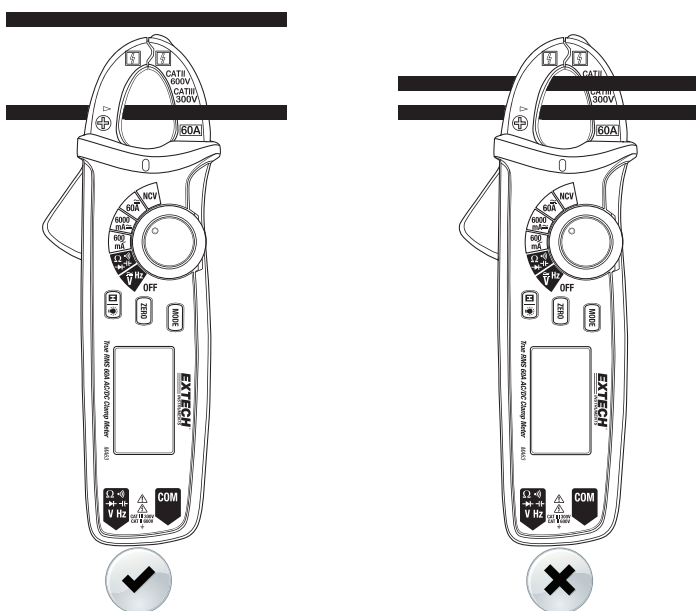

Figura 3 Técnica de sujeción correcta e incorrecta
4. Sujete un solo conductor (encierra completamente). No deje claro entre las dos mitades de la quijada. Consulte la Figura 3 en la sección Operación.
7. Encierre completamente un solo conductor. No deje claro entre las dos mitades de la quijada. Consulte la Figura 3 en esta guía.
2. Presione el gatillo para abrir la quijada y encerrar completamente un conductor Consulte la Figura 3 en la sección Técnica de sujeción para corriente.